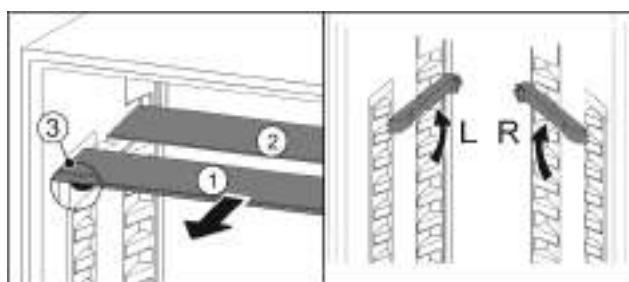

Fig. 173
- По одной извлеките Fig. 173 (1) стеклянные панели движением вперед.
- Стеклянная панель Fig. 173 (1) с декоративной планкой лежит спереди.
- Стопоры Fig. 173 (3) показывают вниз.